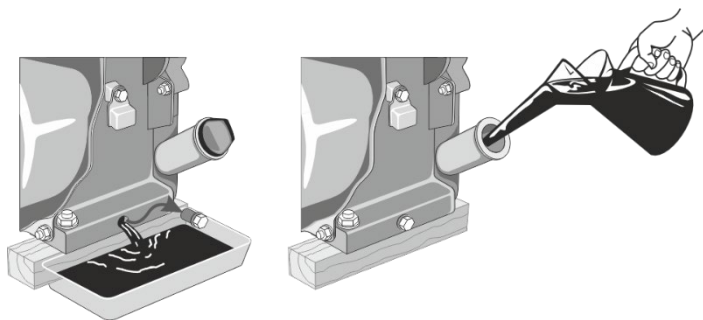

Рисунок 8. Схема заміни моторного мастила.
6.4.1. Порядок заміни моторного мастила (рис. 8):
5. Відкрутити пробку отвору для зливу мастила з картера (рис. 8).